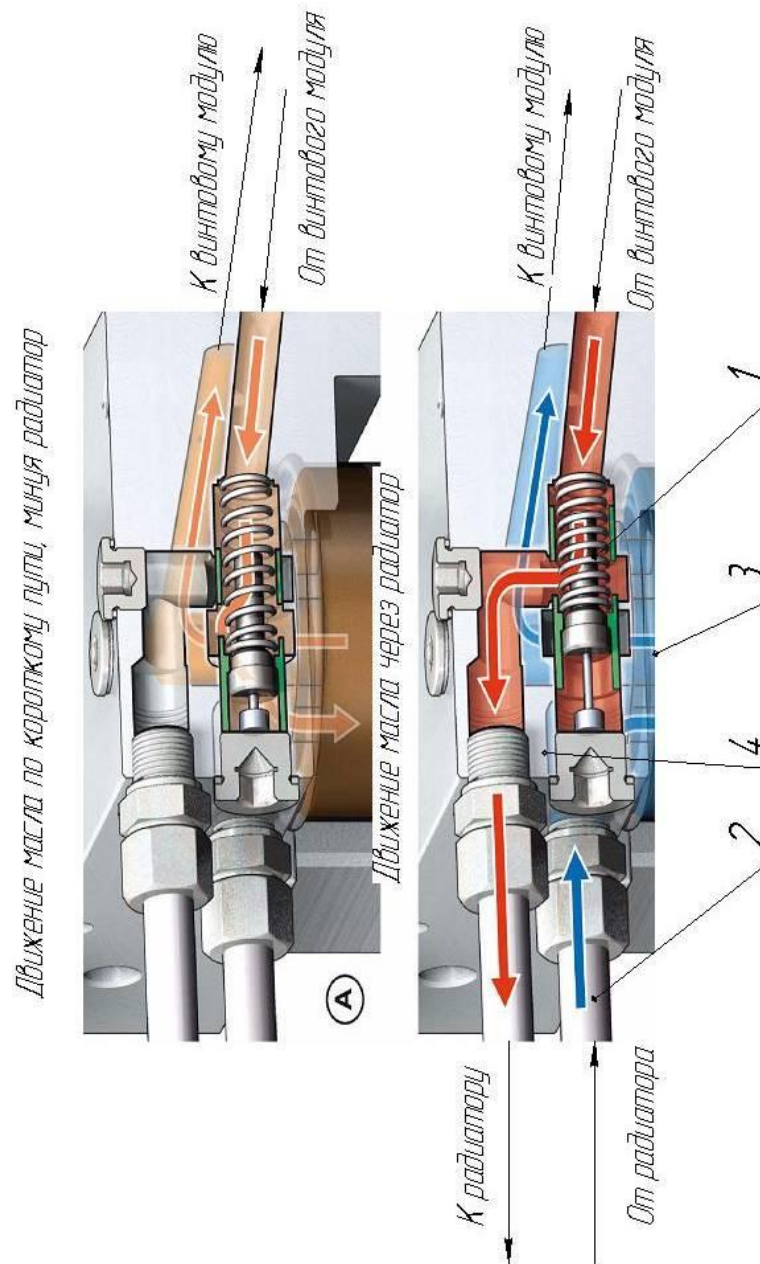

Рисунок 12. Термостат.
4.1.5 Масляный термостат (рис.12) предназначен для управления маслостокком в зависимости от его температуры.